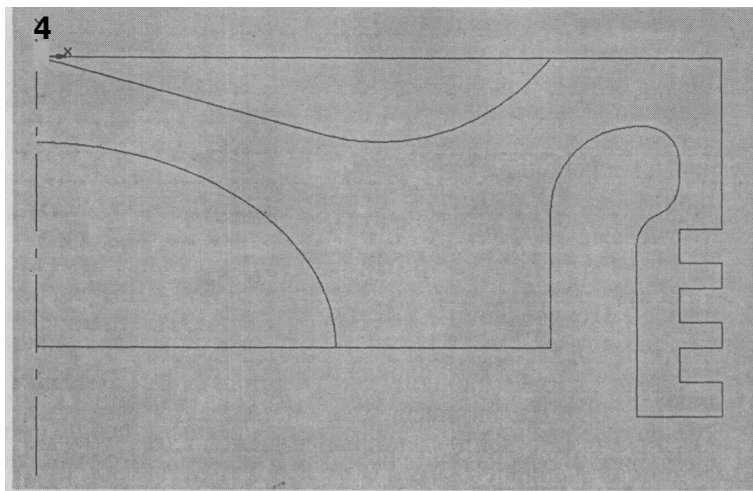

Рис. 4.47
6. В строке меню нажмите **Удалить** > **Часть кривой** и удалите лишние линии (рис. 4.47).